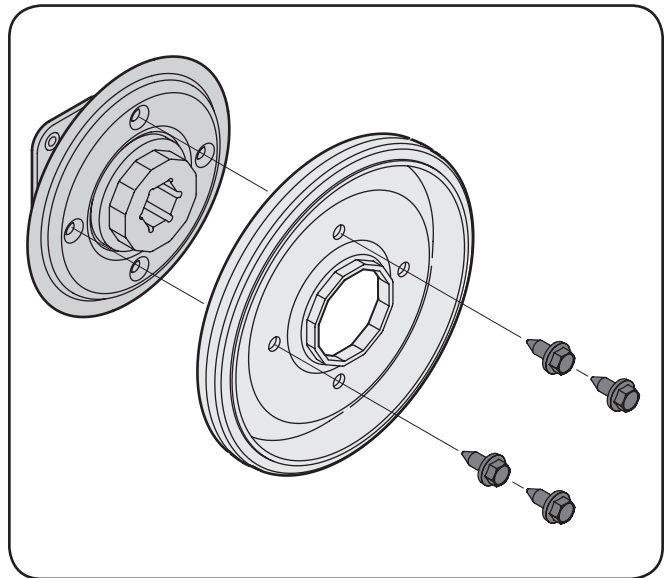

Figura 7-11
7. Retire los cuatro tornillos que ajustan la rueda de fricción al conjunto del cubo (consulte la Figura 7-11). Deseche la rueda de fricción vieja.